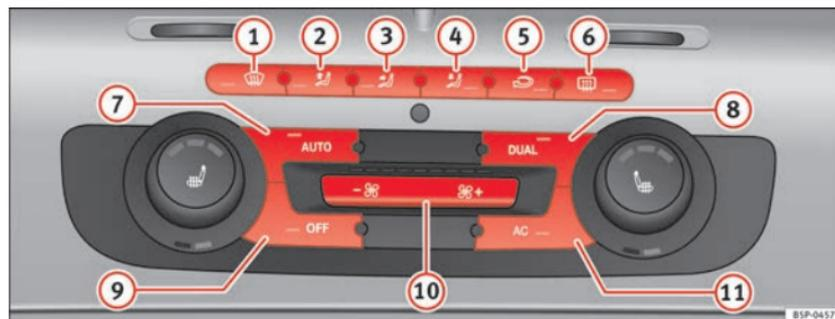

Fig. 133 Sur la planche de bord : éléments de commande du Climatronic bi-zone.
- Appuyez sur l'un des boutons ⇒ fig. 133 ① à ⑤ ou sur les boutons de la soufflante ⑩ pour activer le mode manuel. La fonction sélectionnée apparaîtra sur l'écran de l'autoradio ou du navigateur.
- Appuyez sur le bouton  ⇒ page 172, fig. 133  pour activer ou désactiver le mode recyclage de l'air ambiant. Il est activé si vous voyez sur l'affichage le symbole .